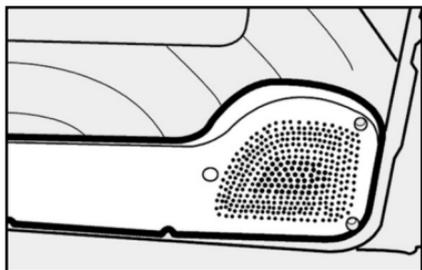

fig. 120
– Altoparlantes en las puertas delanteras **fig. 120**.